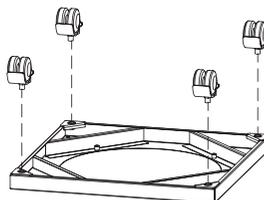

Рис. 4.
1. Установите четыре колеса на основание (рис. 4).